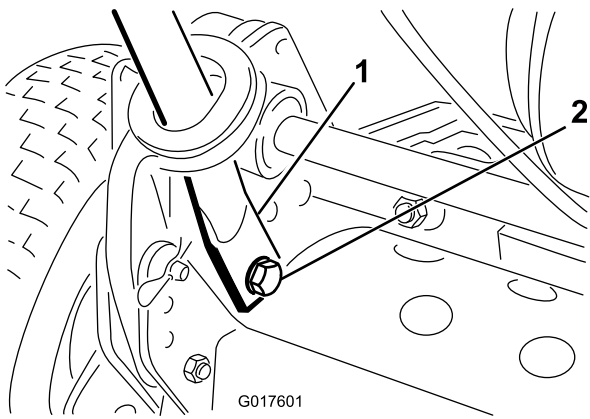

Figure 4
4. Poussez les extrémités du guidon vers l'intérieur et placez-les sur les axes de montage (Figure 4).
5. Fixez les extrémités du guidon aux axes de montage à l'aide des boulons, des rondelles plates et des rondelles de blocage fournies (Figure 4).
6. Fixez le bas des bras du guidon de chaque côté de la tondeuse avec les boulons et les contre-écrous retirés précédemment (Figure 4). Vérifiez que les bagues sont bien placées dans les trous de fixation des bras du guidon.
7. Fixez les bras du guidon à l'arrière du cadre avec les goupilles fendues et les axes de chape retirés précédemment (Figure 4).